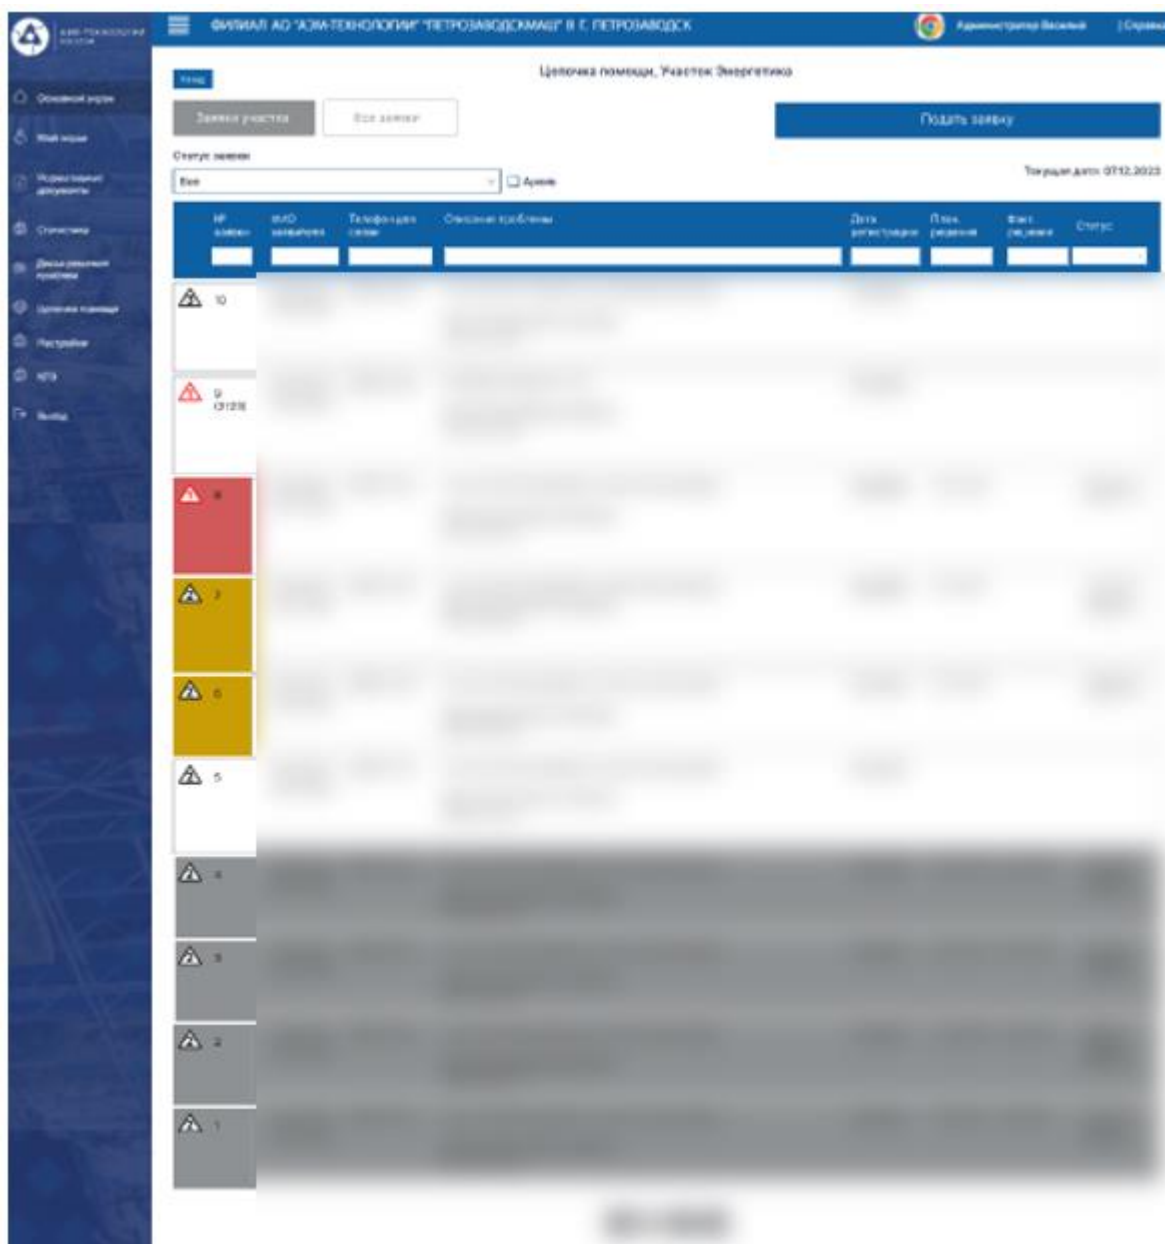

Рисунок 3.9
- Просмотр во вкладке «Заявки участка» заявок участка со всеми статусами перехода и всей информацией о заявках (Рисунок 3.9);